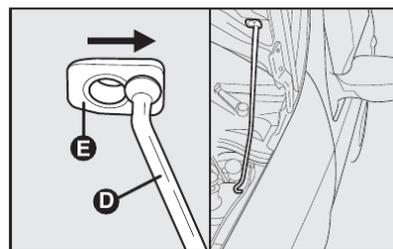

fig. 115
- 4) introduzir a extremidade da vareta **D** na abertura **E** do capô do motor e deslocá-la no sentido da seta **fig. 115**.
- 1) manter levantado o capô com uma mão e, com a outra, tirar a vareta **D-fig. 115** da abertura **E** e repô-la no seu dispositivo de bloqueio;